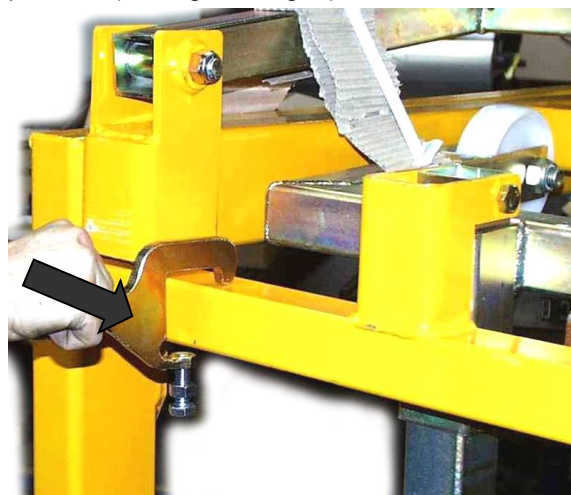
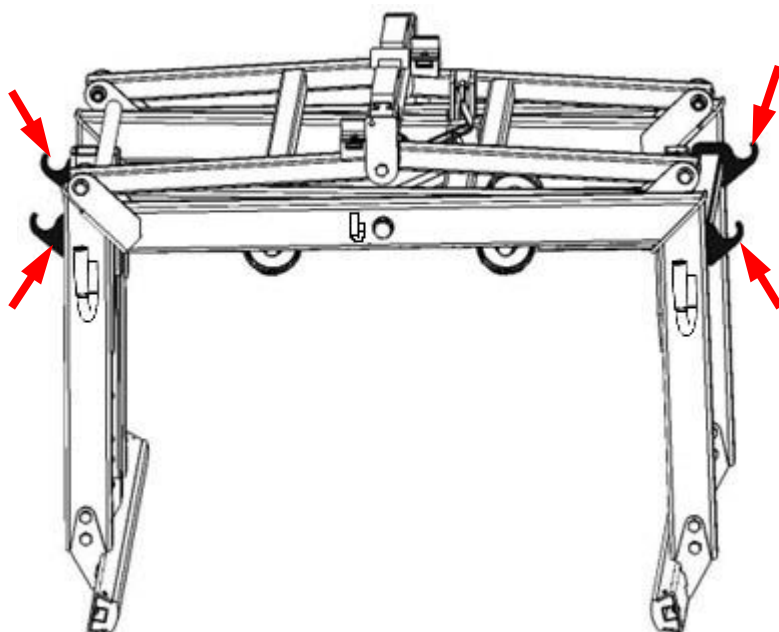

Abb. 1
Abb. 3
1.) Enganchar os 4 suportes de rede na parte lateral do aparelho. (ver Fig. 1 + Fig. 3)